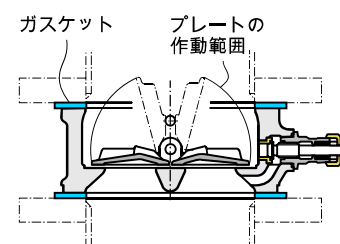

図12
- ⑦ 本製品のプレートが作動する範囲に、管の端やガスケットなどが触れないよう、フランジ、ガスケット、本製品の芯出しを確実に行ってください。（図12）（プレートの飛び出し寸法は 3.3.1項 表4(P7) を参照ください。）